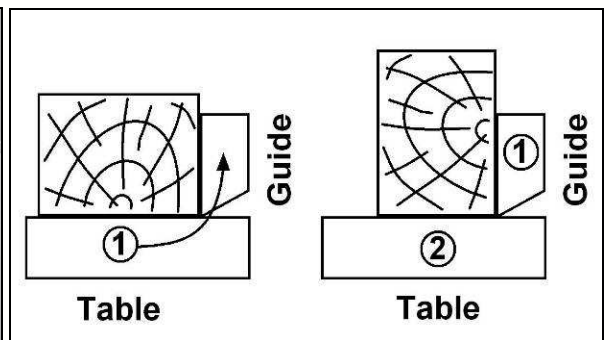

Fig 63
- Placez la surface de référence (1) bien à plat sur la table d'entrée et calez la pièce de bois contre le guide (Fig 63).
- Faites pivoter la pièce de bois à 90° de façon à ce que la surface de référence (1) déjà usinée se trouve contre le guide (Fig 63).
- Usinez la surface (2) de la même façon que la première: vous obtiendrez ainsi deux faces nettes et perpendiculaires.